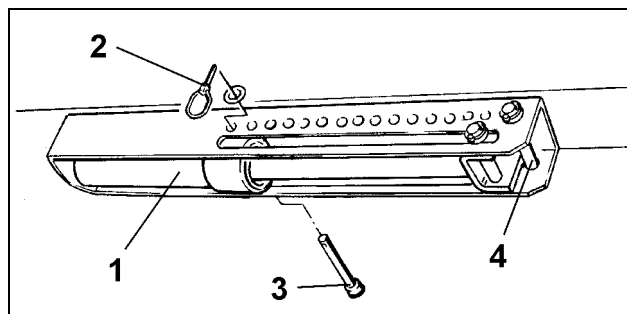

Рис. 75
Подсоедините гидравлический цилиндр (Рис. 75/1) к клапану управления трактора простого действия (смотрите гл.6.2) и приведите в действие клапан управления, но только из кабины трактора.
Два пальца (Рис. 75/3 и Рис. 75/4) вставьте в качестве упора гидравлического цилиндра (Рис. 75/1) в сегмент регулировки. Упор гидравлического цилиндра находится на пальце (Рис. 75/3), если цилиндр не находится под давлением, и на пальце (Рис. 75/4), если гидравлический цилиндр находится под давлением.
- Подайте давление в гидравлический цилиндр (Рис. 75/1).
- Вставьте палец (Рис. 75/3) в отверстие сегмента регулировки и закрепите при помощи фиксирующего пальца с пружинной защелкой (Рис. 75/2).